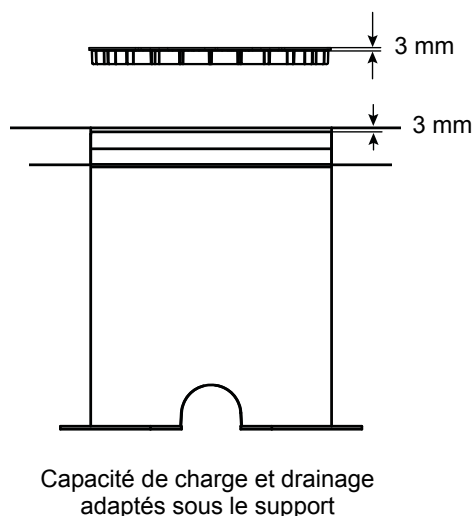

Figure 6: Installation d'un support
3. Voir Figure 6 ci-dessous. Le haut du support d'installation doit se trouver à :
Voir Figure 6 en page 9. Pour s'adapter aux deux types d'anneaux différents, deux types de couvercles sont disponibles : un conçu pour les montages avec anneau rasant et un pour les montages avec anneau biseauté.